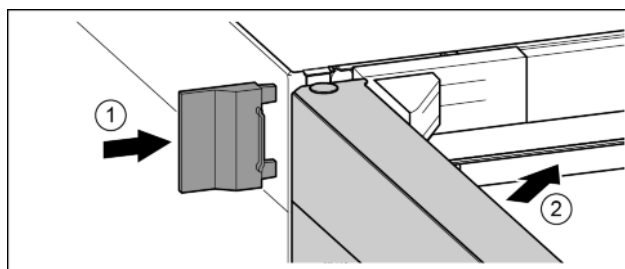

Fig. 19
► Enfiler le cache extérieur. Fig. 19 (1)
► Fermer la porte supérieure. Fig. 19 (2)